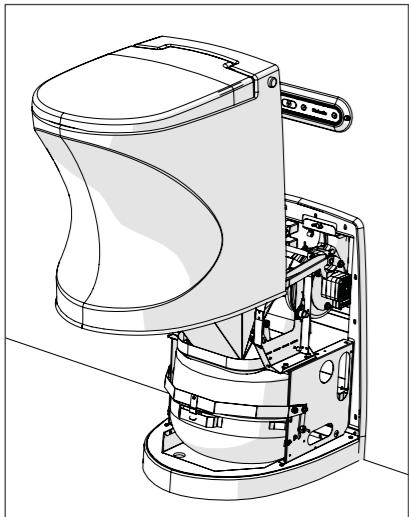

Bild 9
- Lyft av toaletthöljet helt från lyftmekanismen (bild 9).